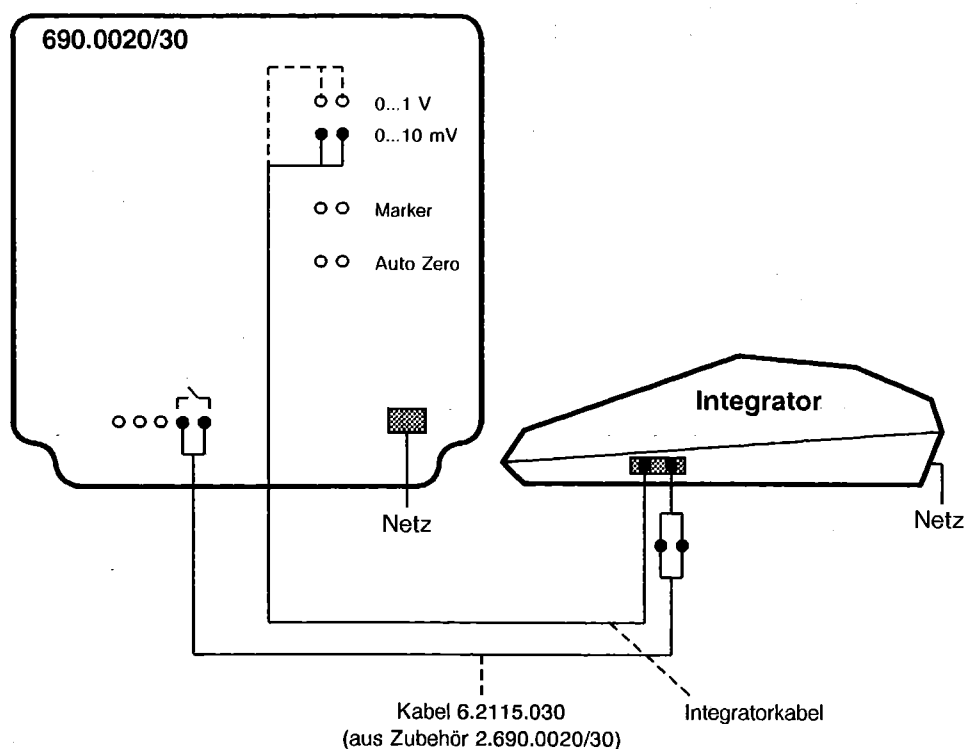

Abb.16: Anschluss eines Integrators am Ionenchromatograph 690
Ein Integrator oder PC mit Integrationssoftware wird an den Anschlussbuchsen (18) auf der Rückseite des Gerätes angeschlossen, wahlweise am Ausgang 0...10 mV oder 0...1 V. Dazu dient das normalerweise zum Integrator gehörende spezielle Integratorkabel (siehe Abb. 16). Bei Bedarf kann auch das als Option erhältliche Kabel 6.2115.030 verwendet werden (siehe Kap. 8.2).
Bei den Geräteversionen 690.0020 und 690.0030 kann der Integrator beim Umschalten des elektrischen Injektionsventils in die Stellung "Inject" automatisch gestartet werden. Dazu muss der Integrator über das Kabel 6.2115.030 an den Anschlussbuchsen (35) "Integrator Start" angeschlossen werden (siehe Abb. 16, technische Daten siehe Kap. 7.2).